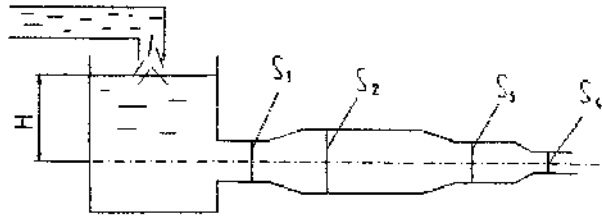

Рисунок 9
21. Витікання води із бака проходить по системі труб змінного перерізу. Нехтуючи опорами, визначити швидкість витікання  $V$ , витрати  $Q$  і побудувати п'єзометричну лінію, якщо напір  $H$ , а площа перерізів труби  $S_1, S_2, S_3, S_4$ . (Рис. 9).